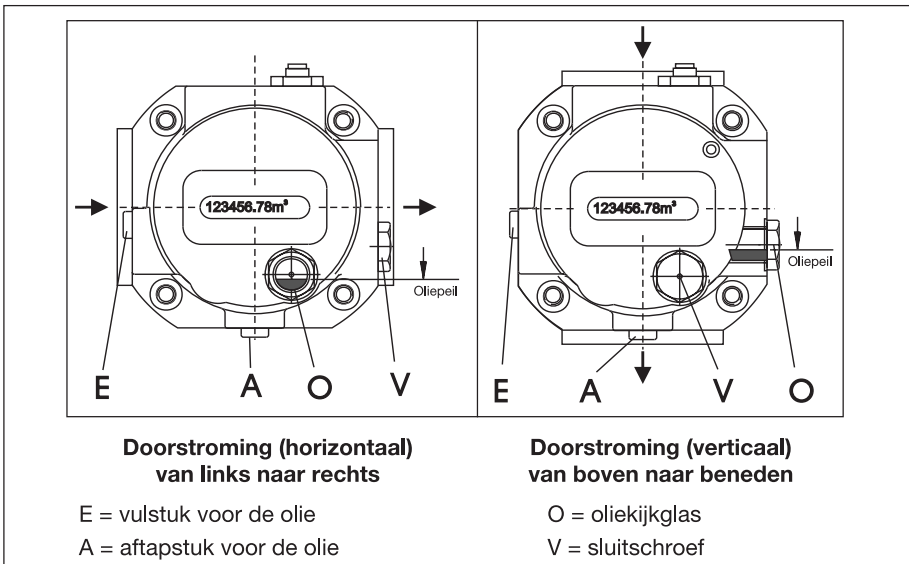

Fig. 8: Horizontale en verticale inbouwpositie, vullen met olie en oliepeilweergave, **type RVG-ST**
- Bij **horizontale doorstroming** staan er twee olievulopeningen E of V ter beschikking. De aftapopening A bevindt zich op het laagste punt. Het oliekijkglas O bevindt zich aan de voorkant van de meter onder het telwerk (fig. 8 links).
- Bij **verticale doorstroming** staat alleen olievulopening E ter beschikking. De aftapopening A bevindt zich op het laagste punt. Het oliekijkglas is nu rechts op het voorste deksel van de behuizing ondergebracht (fig. 8 rechts).